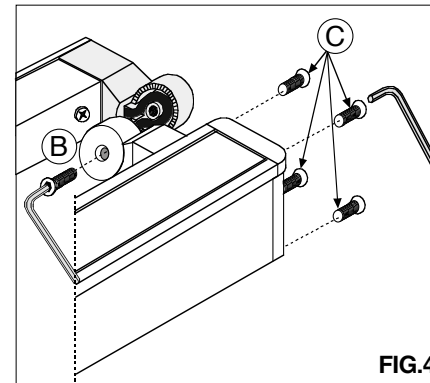
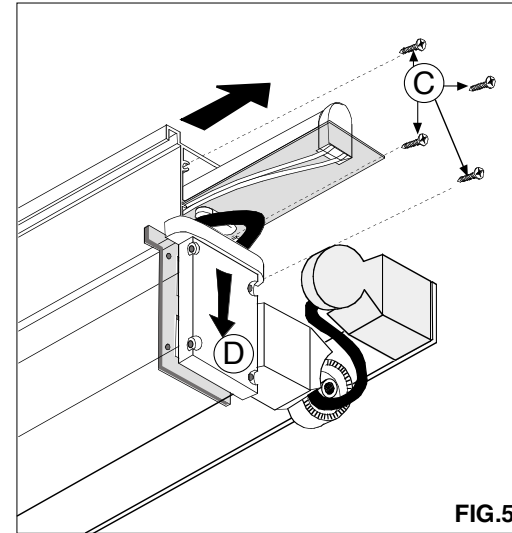
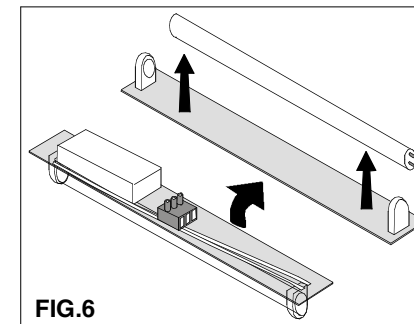

FIG.4
FIG.5
FIG.6
- Allentare completamente la vite **B** e le viti **C** della testata laterale **D** (con relativa guarnizione) contrassegnata con l'etichetta e rimuoverla verso il basso. **FIG.4 - FIG.5**
- Sfilare la piastra portalampade. **FIG.5**
- Procedere alla sostituzione del o dei corpi illuminanti (o dei componenti difettosi) e ripetere le operazioni precedenti in senso inverso. **FIG.4 - FIG.5 - FIG.6**
- Unloose the screw **B** and the screws **C** of the side head **D** (with its own gaskets) and remove it downwards. **FIG.4 - FIG.5**
- Remove the lampholder plate. **FIG.5**
- Substitute the lighting bodies (or the faulty components) **FIG.4 - FIG.5 - FIG.6**
- Unloose the screws **B** and **C** of the side head **D** (with gaskets) and remove it downwards. **FIG.4 - FIG.5**
- Desserrez la vis **B** et les vis **C** de la tête latérale **D** (avec ses propres garnitures) et l'enlèvez en bas. **FIG.4 - FIG.5**
- Enlevez le plat de douille de lampe. **FIG.5**
- Substituez les corps d'éclairage (ou les composants défectueux) **FIG.4 - FIG.5 - FIG.6**
- Desserrez la vis **B** et les vis **C** de la tête latérale **D** (avec des garnitures) et l'enlèvent en bas. **FIG.4 FIG.5**
- Die Schraube **B** und die Schrauben **C** des seitlichen Kopfes **D** (mit seinen eigenen Dichtungen) lockern und ihn abwärts entfernen. **FIG.4 - FIG.5**
- Die Lampenhalterplatte entfernen. **FIG.5**
- Die Beleuchtungskörper (oder die fehlerhafte Bestandteile) ersetzen. **FIG.4 - FIG.5 - FIG.6**